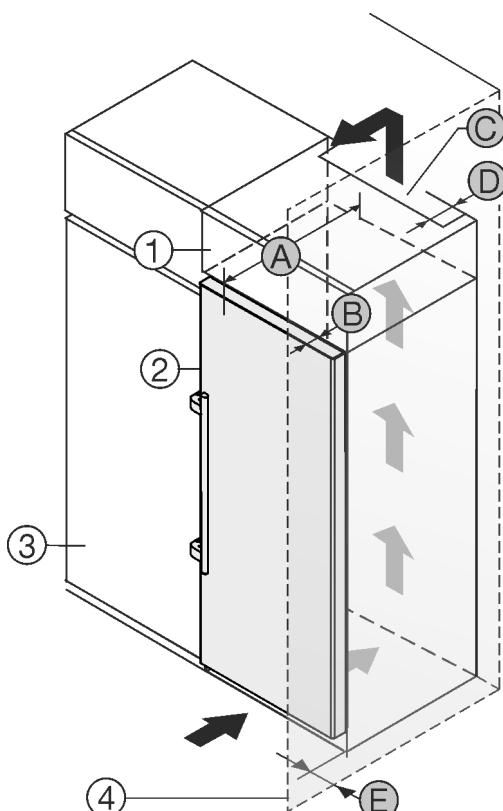

Fig. 2
Ju mund ta instaloni pajisjen direkt ngjitur me dollapin e kuzhinës Fig. 2 (3).\*
Në faqen e pasme të dollapit së montimit duhet të ketë një hapësirë ajrimi me thellësi Fig. 2 (D) në të gjithë gjërësinë e dollapit të montimit.\*
Nën mbulesën e hapësirës duhet respektuar seksioni tërthor i qarkullimit të ajrit Fig. 2 (C).\*
Nëse instaloni pajisjen me mentesha pranë një muri Fig. 2 (4), atëherë duhet që distanca midis pajisjes dhe murit të jetë të paktën 57 mm. Kjo përkon me zgjatimin e dorezës kur dera është e hapur.\*
Në mënyrë që dera të mund të hapet plotësisht, duhet që pajisja të dalë jashtë përparrë kanatit të dollapit të kuzhinës sa thellësia e derës Fig. 2 (B). Në varësi nga thellësia e dollapëve të kuzhinës Fig. 2 (3) dhe përdorimi i ruajtësve të distancës nga muri, pajisja mund të dalë më shumë përparrë dollapit.\*